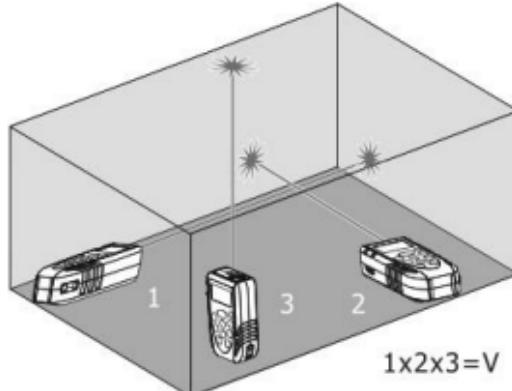

Fig. 6: Ejemplo de medida de Volumen
3. Pulse la tecla para realizar la primera medida (longitud) de la superficie (vea Fig. 6). El valor correspondiente se inserta en la primera pantalla parcial. El símbolo se muestra con el lado "1" parpadeante
4. Pulse nuevamente la tecla para realizar la segunda medida (anchura) de la superficie (vea Fig. 6). El valor correspondiente se inserta en la segunda pantalla parcial. El valor del
5. Pulse otra vez la tecla  para realizar la tercera medida (altura) (vea Fig. 6). El valor total del volumen se muestra en la pantalla resultante pantalla principal